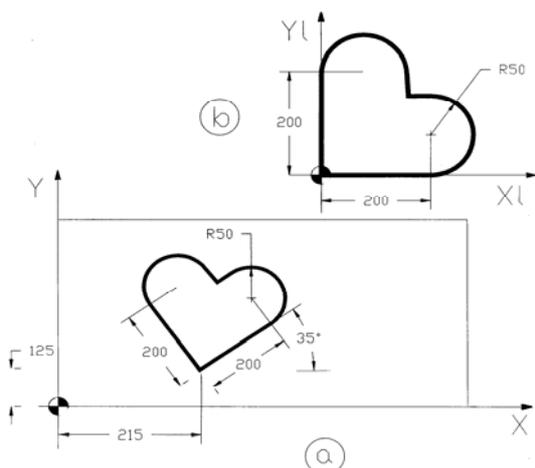

FIG.15-11
- N040-N170** Programma di contornatura, le coordinate programmate lo sono rispetto agli assi locali **XI ed YI** ed allineate rispetto a tali assi. La lavorazione realizzata è invece quella mostrata in **Fig. 15-11 (a)** ruotata e traslata per effetto della matrice di trasformazione **ROTRAS** abilitata.